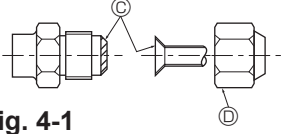

Fig. 4-1
(A) (Fig. 4-1)
(B) (Fig. 4-1)
4.2. Boruların bağlanması (Fig. 4-1)
- Geçme somunu sıkmadan önce boru ve conta bağlantı yüzeylerine ince bir tabaka halinde soğutucu yağı uygulayınız. (A)
- Boru bağlantılarını iki somun anahtarla sıkınız. (B)
- Bütün geçme yatağı yüzeyine soğutucu makine yağı sürünüz. (C)
- Aşağıdaki boru büyüklüklerine uygun geçme somun kullanınız. (D)